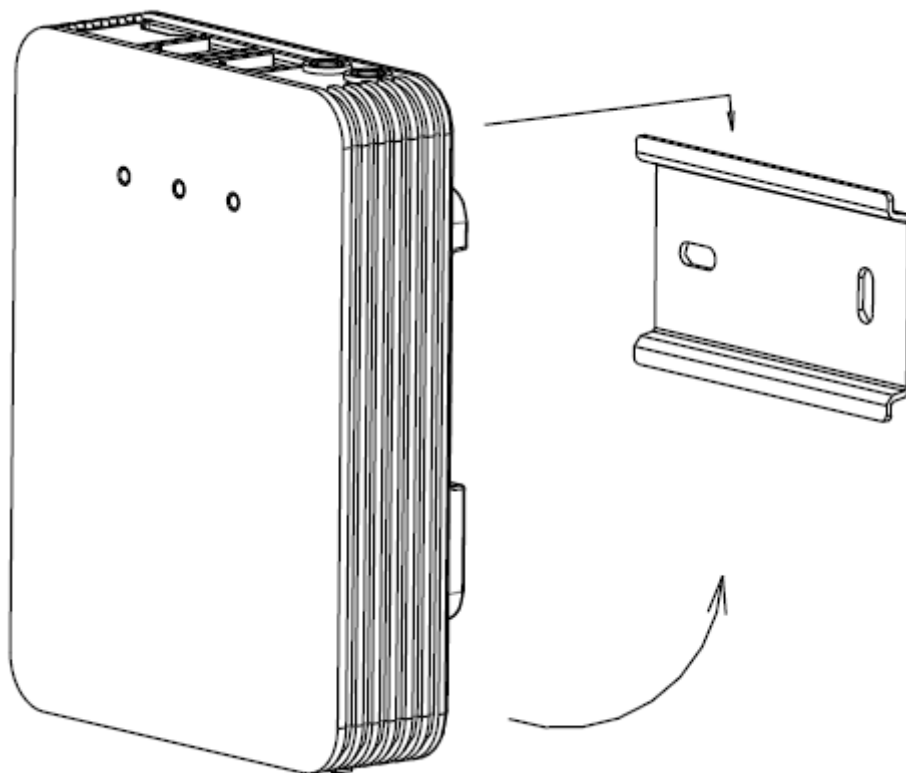

図 4-44 メインユニットをバックルにする
2. メインユニットの上側にあるフックをレールに掛け、メインユニットの下部を少し強く押すと、弾性クランプが自動的にバックルになります。図 4-44 に示すように。